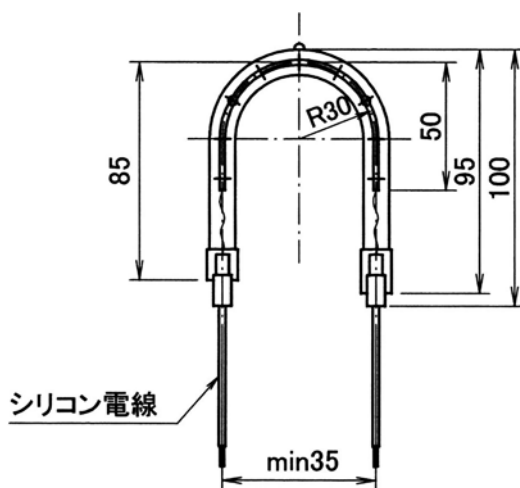
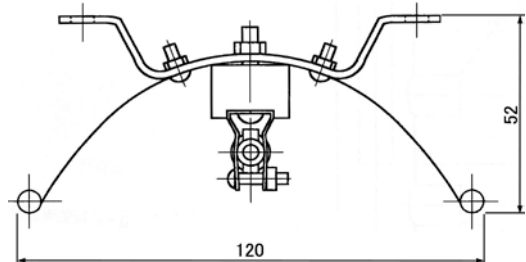

図3 U字型
図6 アルミ反射笠 (笠の長さ: Max.1.5m)
2. ヒーター形状：標準はストレート。ストレート以外の物も特注で製作します。(p.117 図3~図6形状例参照)
1. ヒーター形状はストレートが標準ですが、ストレート以外の物も特注で製作します。(図3~図6 形状例参照)
4. アルミ反射笠にも取り付けすることができます。(図6)